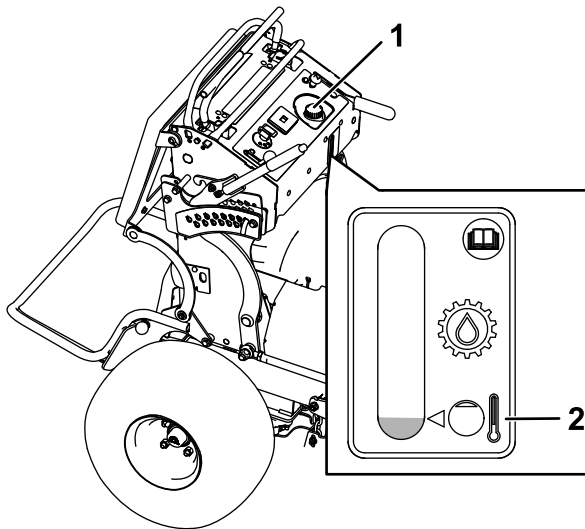

Figure 77
4. Nettoyez la surface autour du bouchon et du goulot de remplissage du réservoir de liquide hydraulique (Figure 77).
5. Enlevez le bouchon du goulot de remplissage (Figure 77).